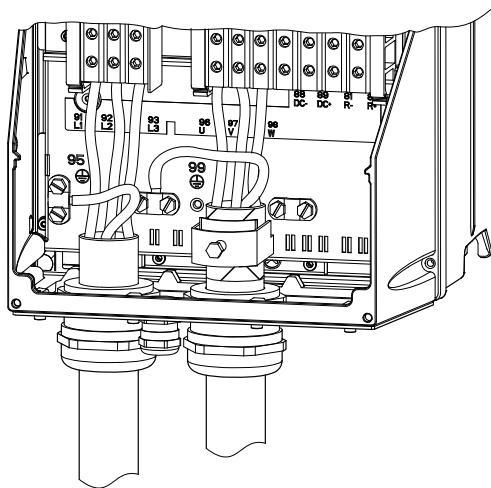

Рис. 18 Подключение питания и двигателя, С1 и С2
- Подключите заземляющий провод к клемме 95 (PE). См. рис. 18.
- Подключите заземляющий провод к клемме 99 (PE). См. рис. 18.
- Подключите провода двигателя к клеммам 96 (U), 97 (V), 98 (W).